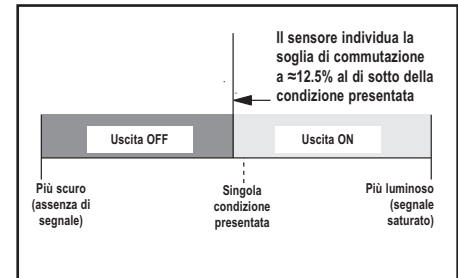

Figura 5. SET luce (in figura, modalità luce)
- Posiziona una soglia a circa il 12,5% al di sotto della condizione presentata (vedere la Figura 5)